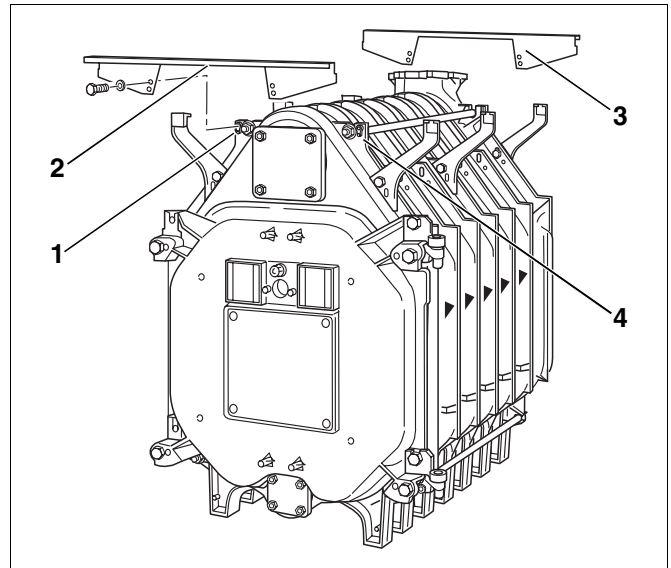

Abb. 37 Quertraversen montieren
- Die Quertraverse oben vorne (Abb. 37, **Pos. 2**) auf den Gussnocken (Abb. 37, **Pos. 1 und 4**) fixieren und mit Sechskantschrauben (M8 × 16) handfest anschrauben. Die Abkantung der vorderen Traverse muss nach vorne zeigen.
- Die Quertraverse oben hinten (Abb. 37, **Pos. 3**) auf den Gussnocken fixieren und mit Sechskantschrauben (M8 × 16) befestigen. Die Abkantung der hinteren Traverse muss nach hinten zeigen.